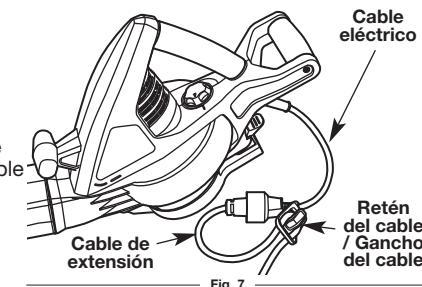

Fig. 7
- Conecte el enchufe del cable eléctrico al cable de extensión (Fig. 7).
- Haga un lazo pequeño con el cable de extensión y pase el lazo a través de la abertura inferior del retén del cable (Fig. 7).
- Acerque el lazo hacia el gancho del cable y tire del cable suavemente para fijar el lazo al gancho (Fig. 7). Esto ayuda a evitar que el equipo se desconecte accidentalmente.
- Desconecte el enchufe del cable eléctrico, del cable de extensión (Fig. 7).